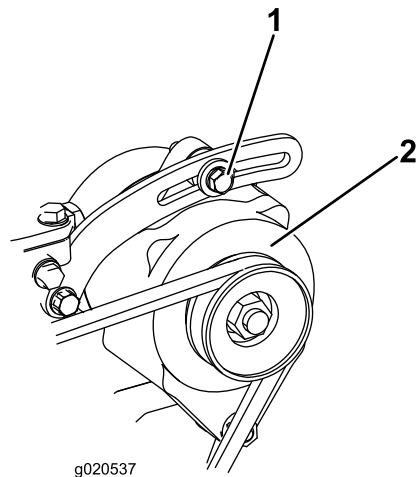

Figura 85
Verifique o estado e a tensão da correia (Figura 85) após cada 100 horas de funcionamento.
2. Se a deslocação obtida não for igual a 10 mm, deve desapertar os parafusos de montagem do alternador (Figura 85). Aumente ou diminua a tensão da correia do alternador e aperte os parafusos. Verifique uma vez mais a deslocação da correia para se certificar de que a tensão está correta.